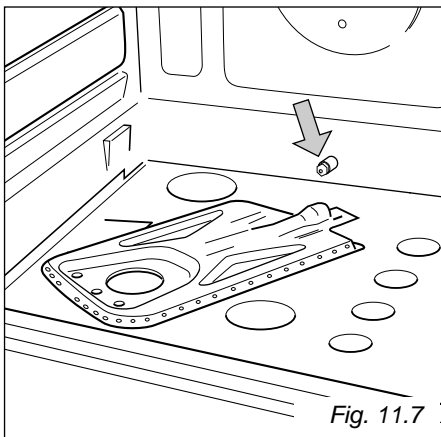

Fig. 11.7
- slip the burner itself from the oven (Fig. 11.7)
- remplacer l'injecteur (fig. 11.7) en utilisant une clé tube de 7;